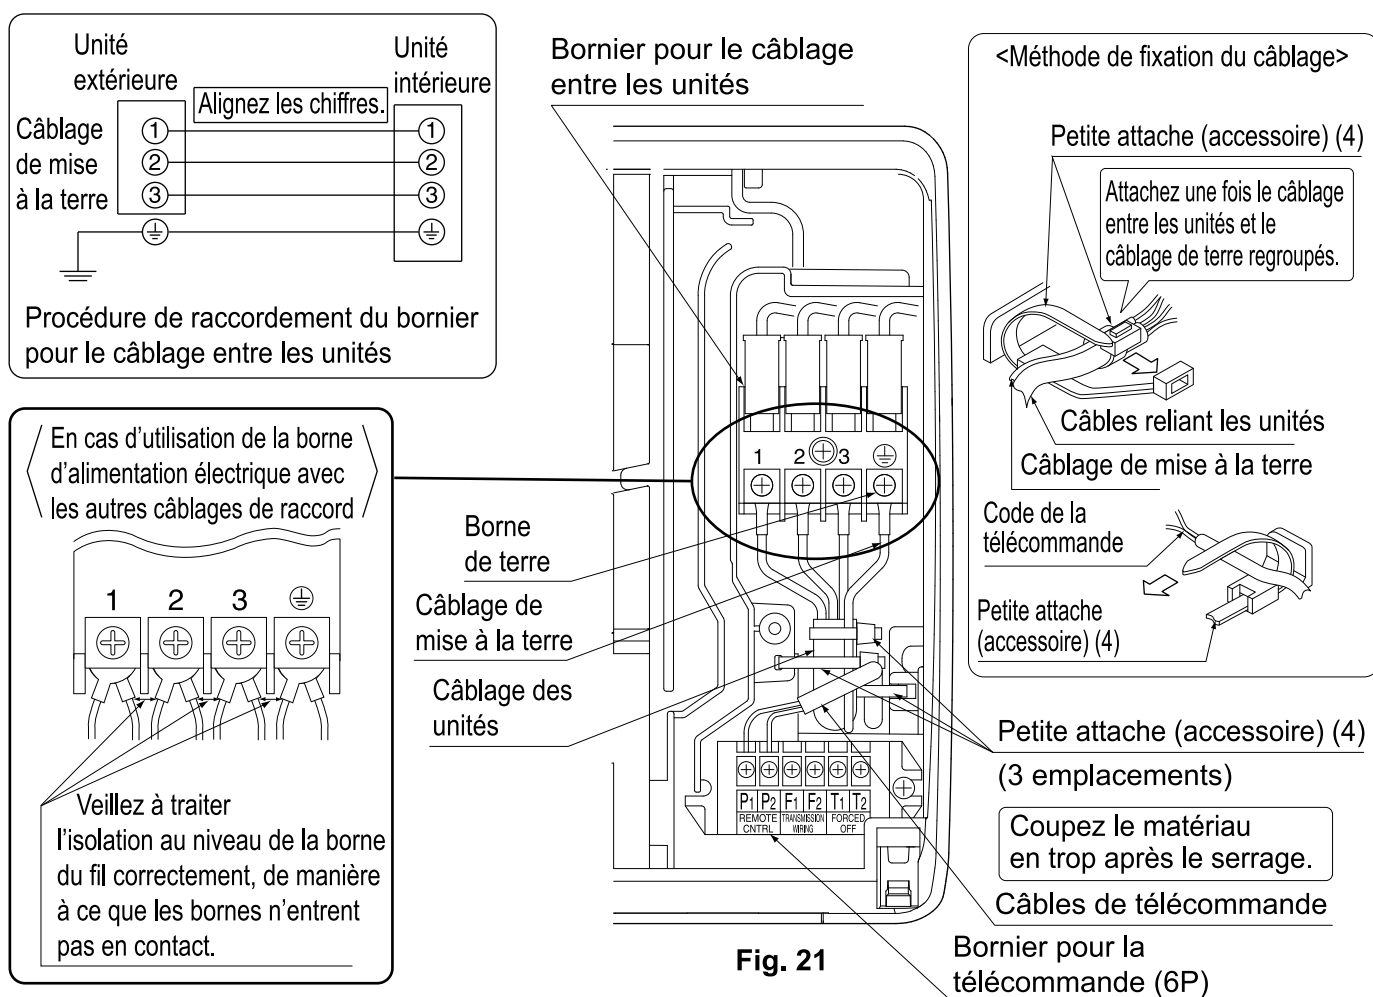

Fig. 21
Raccordez le câblage entre les unités et le conducteur de terre tiré dans l'unité à l'étape "5. INSTALLATION DE L'UNITÉ INTÉRIEURE". Ce faisant, regroupez les câbles entre les unités et le conducteur de terre à l'aide de l'attache fournie (petite) (4), puis serrez-les bien à l'aide de l'attache fournie (petite) (4) (**reportez-vous à la fig. 21**).
Ce faisant, fixez bien le câblage de la télécommande à l'aide de l'attache fournie (petite) (4) (**reportez-vous à la fig. 21**).